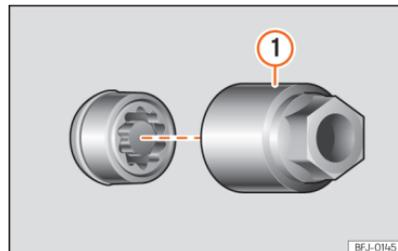

Fig. 196 Parafuso antirroubo com capa de proteção e adaptador.
- Encaixe o adaptador especial ») **Fig. 196** ① (ferramenta de bordo ») **Página 267**) no parafuso antirroubo da roda até ao limite.